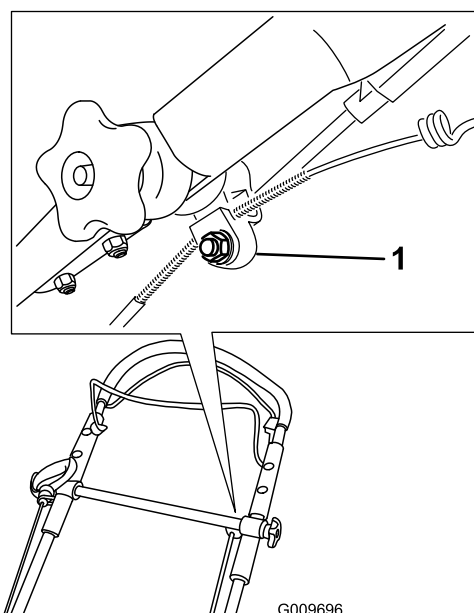

Figure 49
1. Desserrez l'écrou sur le support du câble (Figure 49).